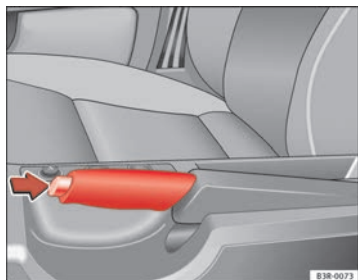

Fig. 149 Detalle de la consola central: Freno de mano puesto
- Levante ligeramente la palanca del freno de mano y pulse al mismo tiempo el botón de bloqueo ⇒ fig. 149 -flecha-.